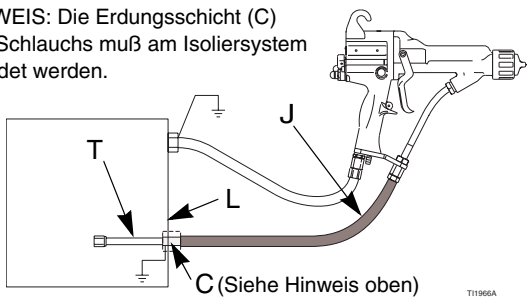

Abb. 10. Anschluß eines abgeschirmten Materialschlauchs an einem isolierten Gehäuse von einem Dritthersteller
- b. *Isoliertes Gehäuse von einem Dritthersteller*: Den Schlauch wie in der Betriebsanleitung des Isoliersystems beschrieben anschließen und die im Abschnitt **Warnung** auf der rechten Seite beschriebenen Anforderungen erfüllen. Siehe Seite ABB. 10.